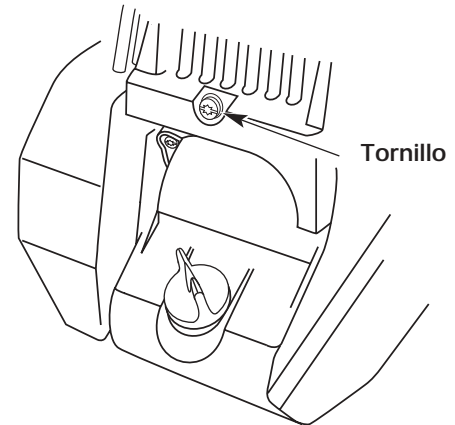

Fig. 40
3. Saque el tornillo que está detrás de la cubierta del motor (Fig. 40).